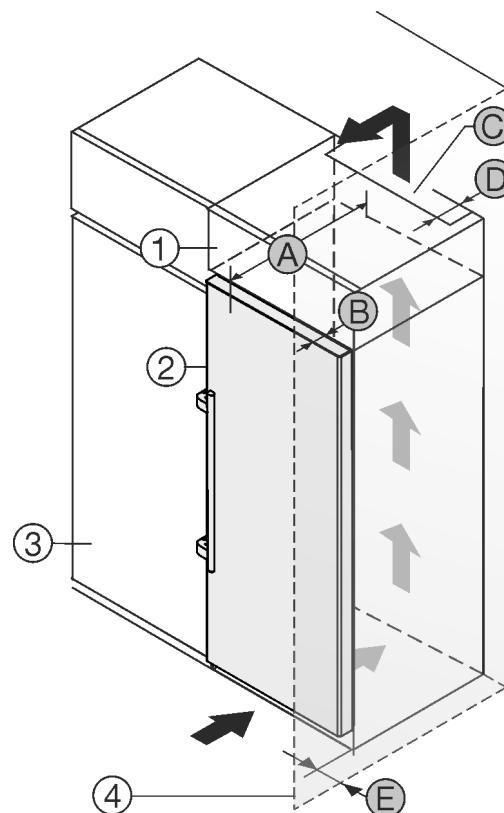

Fig. 2
- (1) Шафа для встановлення на пристрій \*
- (2) Пристрій \*
- (3) Кухонна шафа \*
- (4) Стінка \*
- (A) Глибина пристрію \*
Ви можете встановити пристрій безпосередньо поряд із кухонною шафою Fig. 2 (3).\*
Зі зворотного боку шафи для встановлення на пристрій слід передбачити вентиляційну шафу завглишки Fig. 2 (D) на всю ширину цієї шафи.\*
Слід дотримуватись вентиляційного отвору Fig. 2 (C) в стелі приміщення.\*
Якщо пристрій із шарнірами встановлюється поряд зі стіною Fig. 2 (4), відстань між пристроєм та стіною повинна бути не менше 57 мм. Це відповідає необхідній відстані для ручки після відкривання дверцят.\*
Щоб мати можливість повністю відкривати дверцята, потрібно, щоб пристрій виступав на відстань глибини дверцят Fig. 2 (B) відносно передньої панелі кухонної шафи. Залежно від глибини кухонних шаф Fig. 2 (3) та використання пристінних розпірок пристрій може ще більше виступати вперед.\*